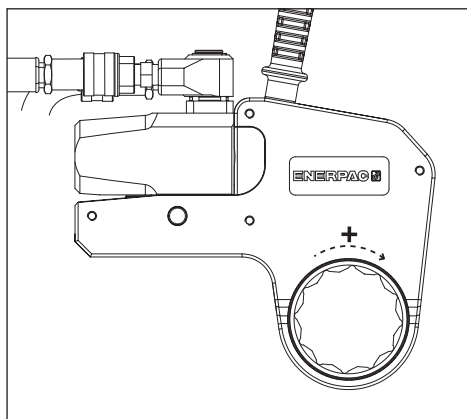

Рис. 7
- ### 4.3.1 Затяжка болтов и гаек (рис. 7 и 8)
- Расположите упорный элемент (17) напротив подходящей опорной точки (18). Опорная точка будет уравновешивать силу, возникающую при работе инструмента.